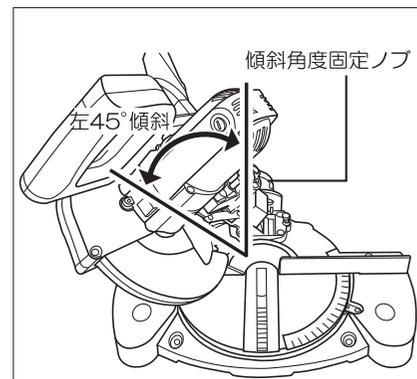

図15
- 本機後部の傾斜角度固定ノブをゆるめ、本機を左に傾斜させます。(図15参照)